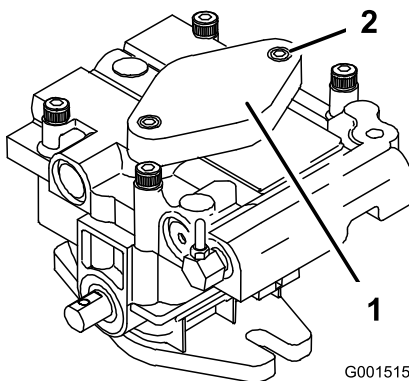

Figure 62
7. Pour amorcer la pompe de charge, desserrez deux vis à six pans à tête creuse (Figure 62) de seulement un tour et demi. Le moteur doit être arrêté. Soulevez le corps de pompe de charge et attendez que l'huile s'écoule régulièrement dessous. Resserrez les vis. Effectuez cette procédure pour les deux pompes.